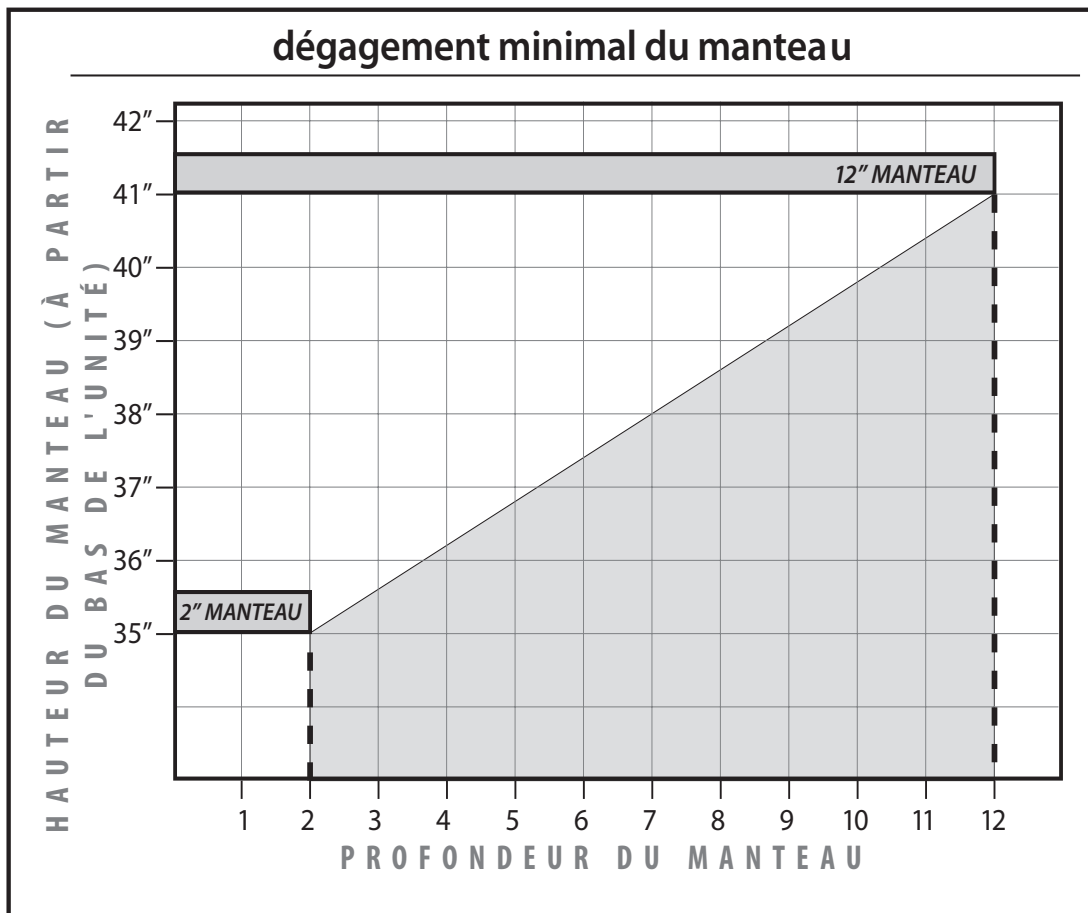

Figure 36: Espaces libres du manteau
**MANTEAU :** Il n'est pas nécessaire d'installer un manteau, mais si vous le souhaitez, vous devez suivre les directives indiquées dans la figure 36 de la page suivante.